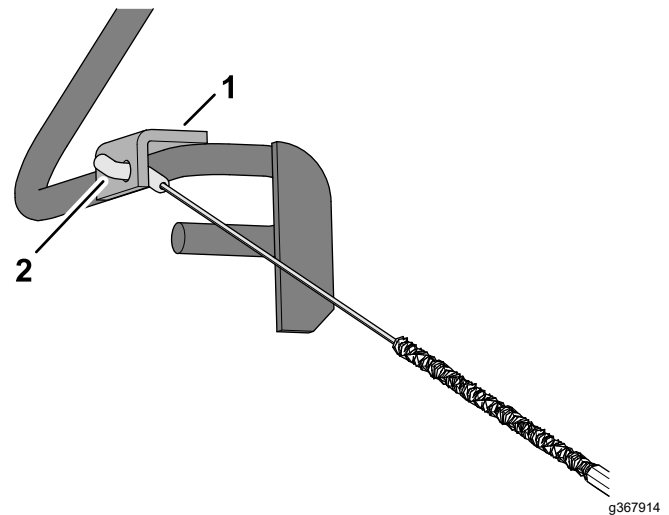

Bild 10
2. Führen Sie das Anschlussstück des Kabelzugs durch das Loch in der Halterung des Schaltbügels, wie in Bild 10 dargestellt.